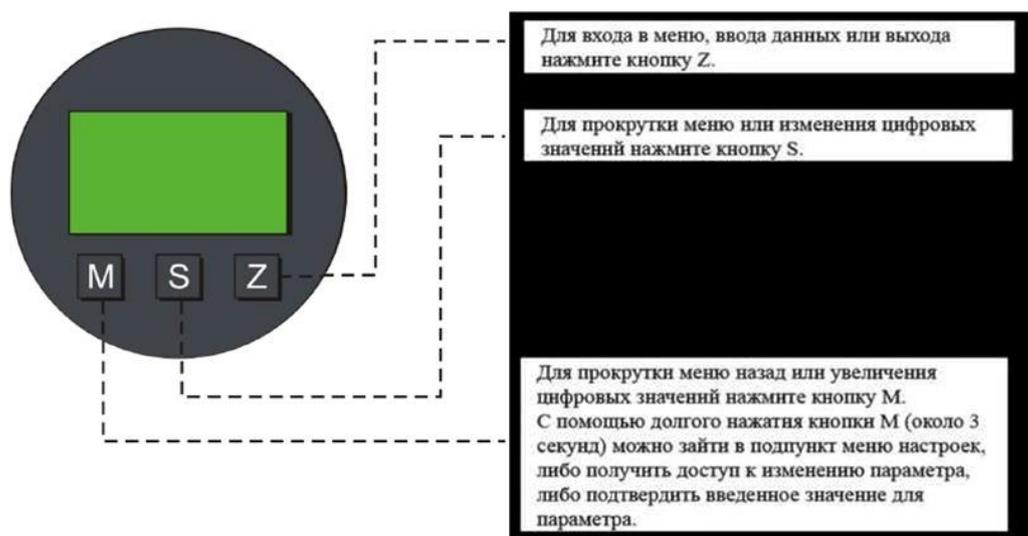

Рис.6. Кнопки клавиатуры
- 4.2.1. Изменение настроек расходомера осуществляется с помощью кнопок на передней панели M, S и Z (рис.6).